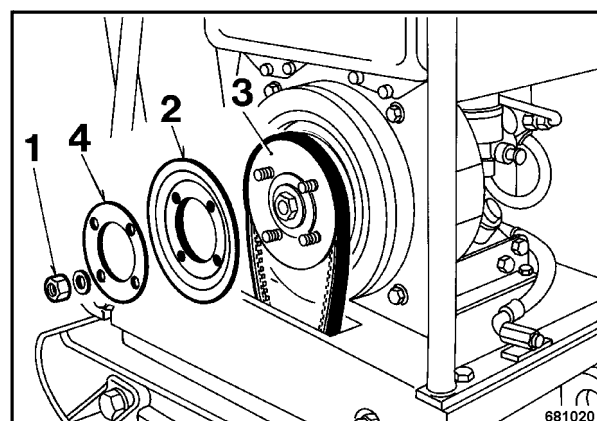

Fig. 6
- Desenroscar las tuercas de fijación 1 (Fig. 6) con arandela, y retirar la media polea para correa trapezoidal (2).
- Retirar las arandelas distanciadoras (3) desde el interior según la retensión necesaria.
- Colocar la media polea para correa trapezoidal (2), y colocar desde el exterior las arandelas distanciadoras (4) anteriormente retiradas.
- Enroscar la tuerca hexagonal (1) provista de una arandela, y apretarla.